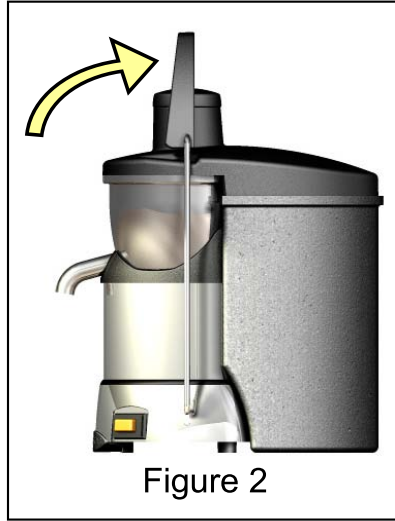

Figure 2
- Retirer le piston (3).
- Tournez la poignée de serrage (1) vers le haut pour libérer le couvercle (2), Fig.2.